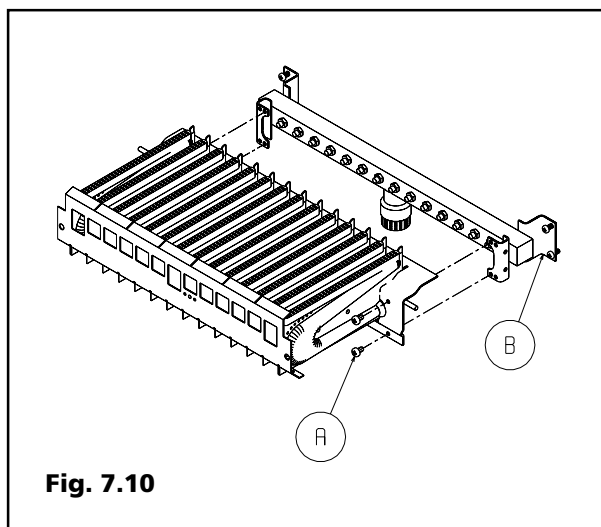

Fig. 7.10
## 7.3 Procedura di trasformazione gas, taratura e regolazioni (Fig. 7.10)
- rimuovere il gruppo bruciatore allentando le viti (A) che lo fissano al collettore gas (fig. 7.10) dopo aver scollegato il termostato bruciatore.